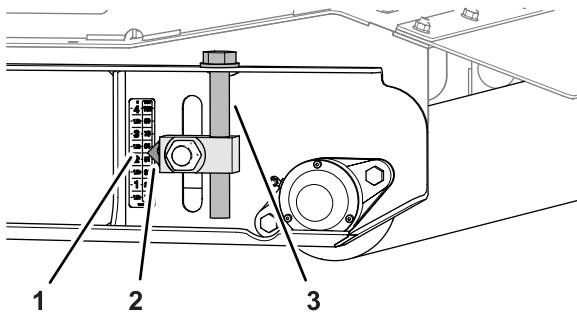

Figura 83
- Nel rullo posteriore, sollevate i regolatori dell'altezza di taglio di sinistra e destra alla tacca di 57 mm sull'adesivo (**Figura 83**).